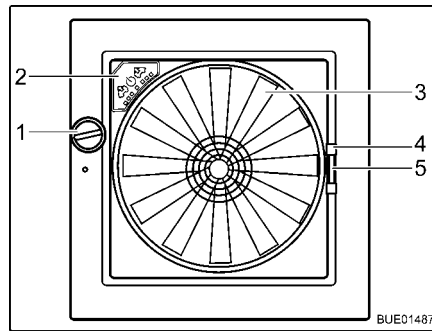

Fig. 128 Claraboya Omni-Vent
- Girar el botón giratorio (Fig. 128,1) hasta alcanzar el ángulo de apertura deseado.
- Girar el botón giratorio (Fig. 128,1) hasta que la claraboya esté completamente cerrada.
- Tirar del tirador (Fig. 128,4) de la protección contra insectos hacia el lado opuesto del marco.
- Comprimir el tirador (Fig. 128,5) del oscurecedor.
Ventilador Cuando la claraboya está abierta, el interior se puede ventilar y purgar de aire con el ventilador de 6 niveles (Fig. 128,3). El ventilador se maneja a través del cuadro de mando (Fig. 128,2).